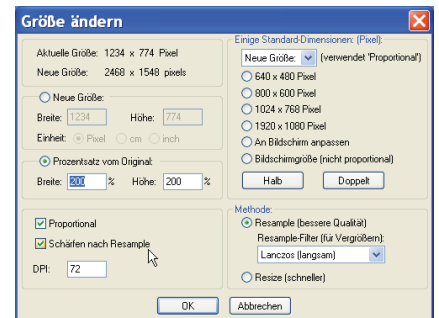

Abb. 8-4: Bildgröße ändern
- Das Ändern der Bildgröße durch Interpolation zwecks Erhöhung oder Verminderung der Pixelzahl ist mit der Funktion M BILD | GRÖßE ÄNDERN möglich (Abb. 8-4). Hierbei kann unter verschiedenen Berechnungsalgorithmen gewählt und so das Ergebnis optimiert werden.